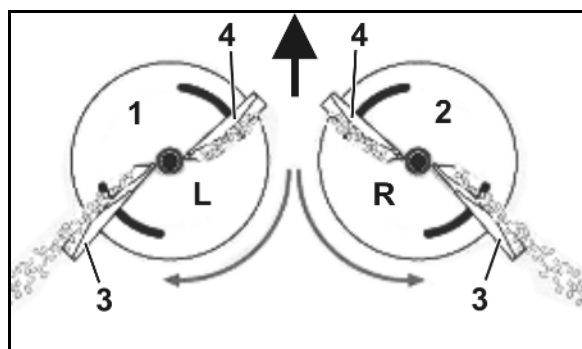

Fig. 19
- discul de împrăștiere din stânga (Fig. 19/1) cu marcajul **L**.
- discul de împrăștiere din dreapta (Fig. 19/2) cu marcajul **R**.
- Lungă (Fig. 19/3) - scala de reglaj cu valori de la 35 până la 55.
- Scurtă (Fig. 19/4) – scala de reglaj cu valori de la 5 până la 28.